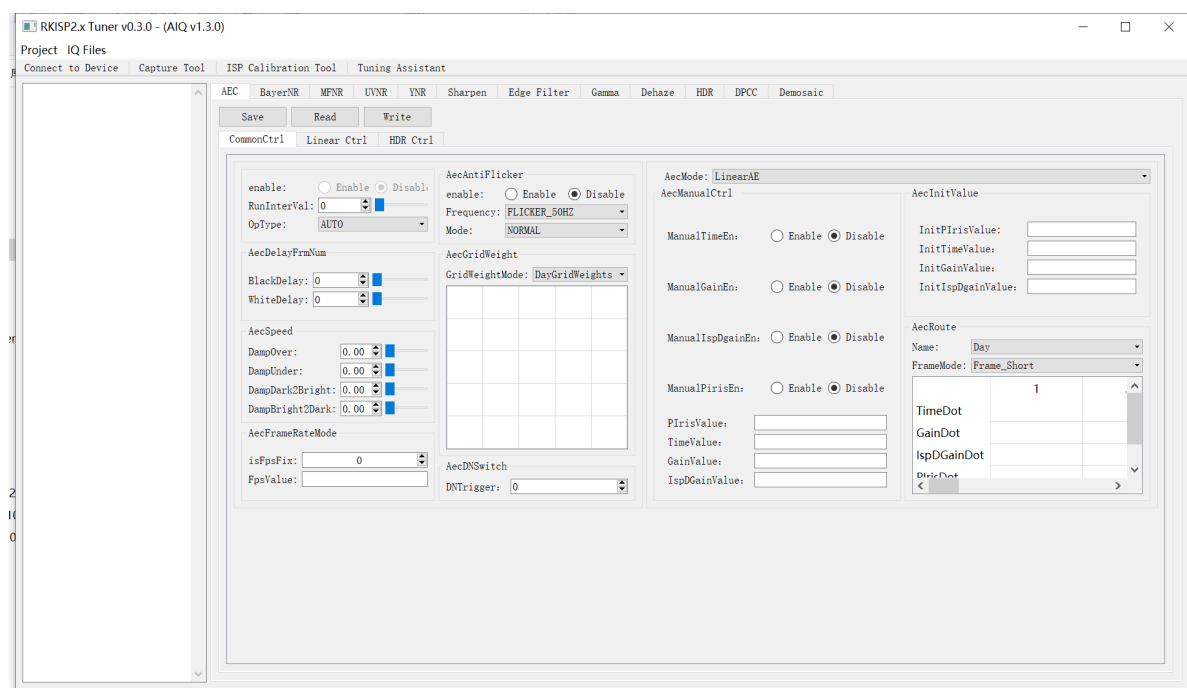

图3-1-1
1. 打开RKISP2.x Tuner后，将会显示Tuner的主界面，如图3-1-1所示；